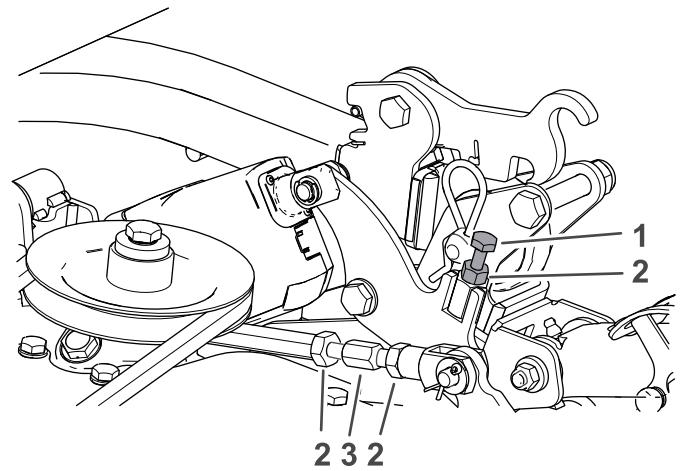
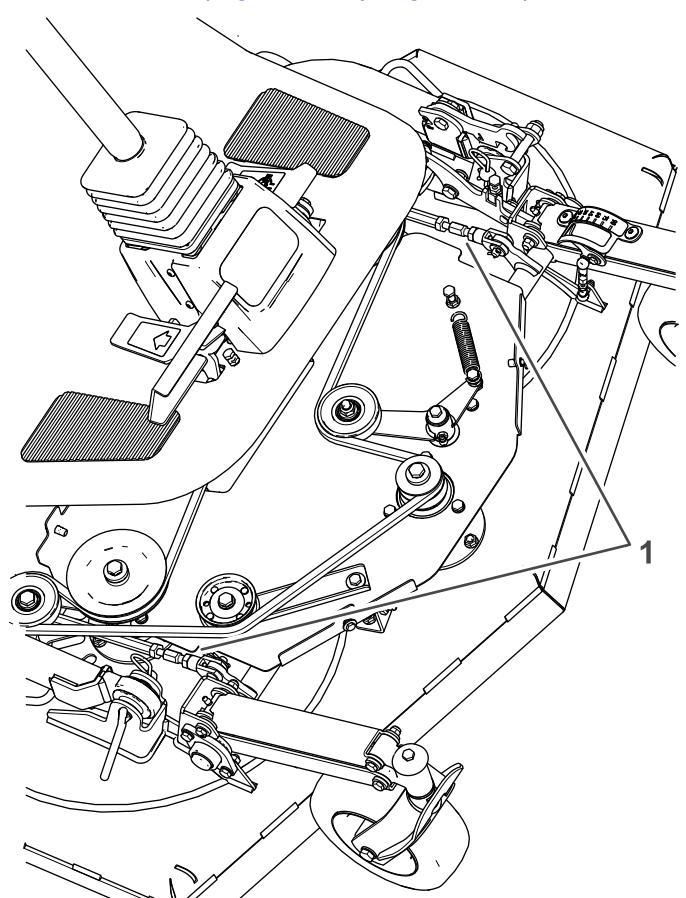

Figura 100
Figura 101
- B. Para elevar la parte delantera de la máquina a 64 mm, afloje la contratuerca y ajuste el perno de ajuste; consulte Figura 100.
- C. Para elevar la parte trasera de la unidad de corte, afloje las tuercas autoblocantes de las bielas a ambos lados de la unidad de corte (Figura 100 y Figura 101).
6. Apriete las tuercas autoblocantes de las bielas (Figura 100).